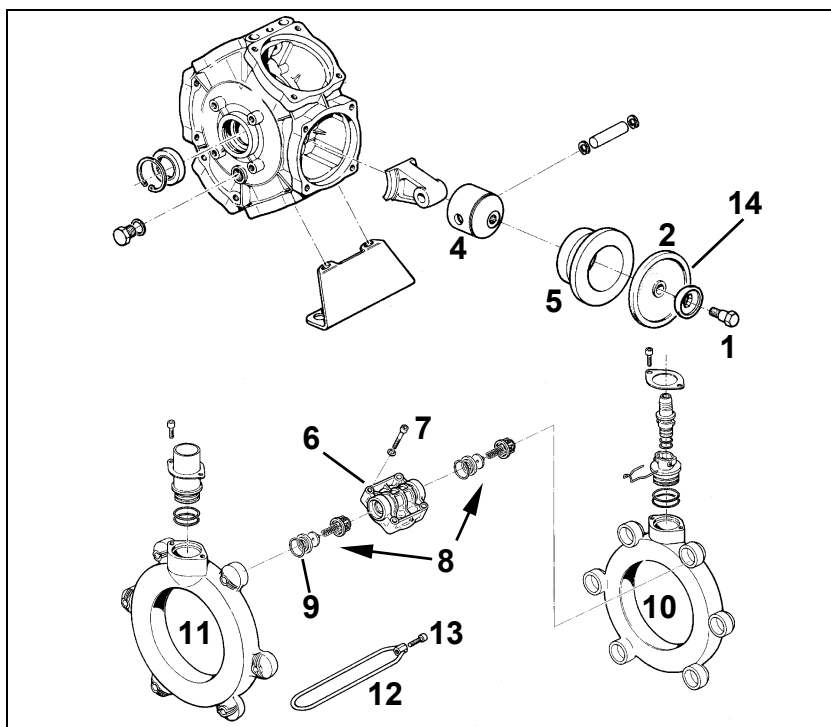

Fig. 196
- Spänn fast kolvmembranet (Fig. 196/2) med skruv (Fig. 196/3) och bricka (Fig. 196/1) i kolven (Fig. 196/4), så att kanten (Fig. 196/14) pekar mot cylindertoppen (Fig. 196/6).
- Skruvarna (Fig. 196/13) måste dras åt korsvis med angivet åtdragningsmoment. Felaktig åtdragning kan ge spänningar med läckage som följd.
1. Lossa skruvarna (Fig. 196/1) och dra kolvmembranen (Fig. 196/2) tillsammans med brickan under skruven från kolven (Fig. 196/3) vom Kolben (Fig. 196/4).
3. Demontera cylindern (Fig. 196/5) från pumphuset.
6. Återmontera cylindern (Fig. 196/5) i pumphuset.
7. Montera kolvmembranen (Fig. 196/2).
8. Montera cylindertoppen (Fig. 196/6) på pumphuset med skruvarna v(Fig. 196/7) och dra åt korsvis.
9. Montera ventilsetsen (Fig. 196/8) efter kontroll och rengöring.
10. Montera nya o-ringar (Fig. 196/9).
11. Montera sug - (Fig. 196/10) och tryckrör (Fig. 196/11) på pumphuset med spännbyglar (Fig. 196/12).
12. Dra åt skruvarna (Fig. 196/13) korsvis med **11 Nm**.